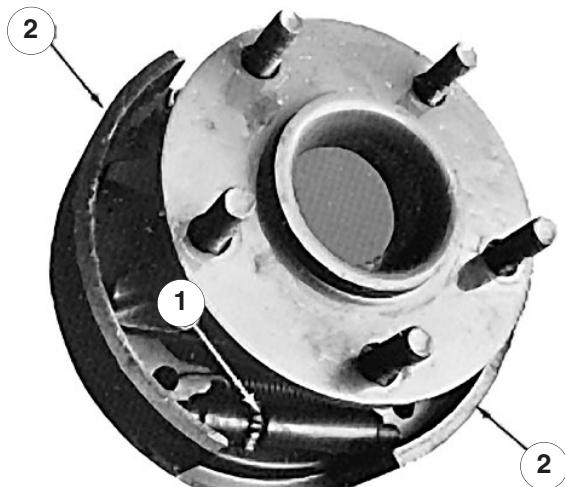

Bild 46
- Drehen Sie die Sternmutter (Bild 45) mit einem Bremseinstellwerkzeug oder einem Schraubenzieher nach unten, bis die Bremstrommel (Bild 46) aufgrund des Drucks der Bremsschuh (Bild 46) nach außen einrastet.